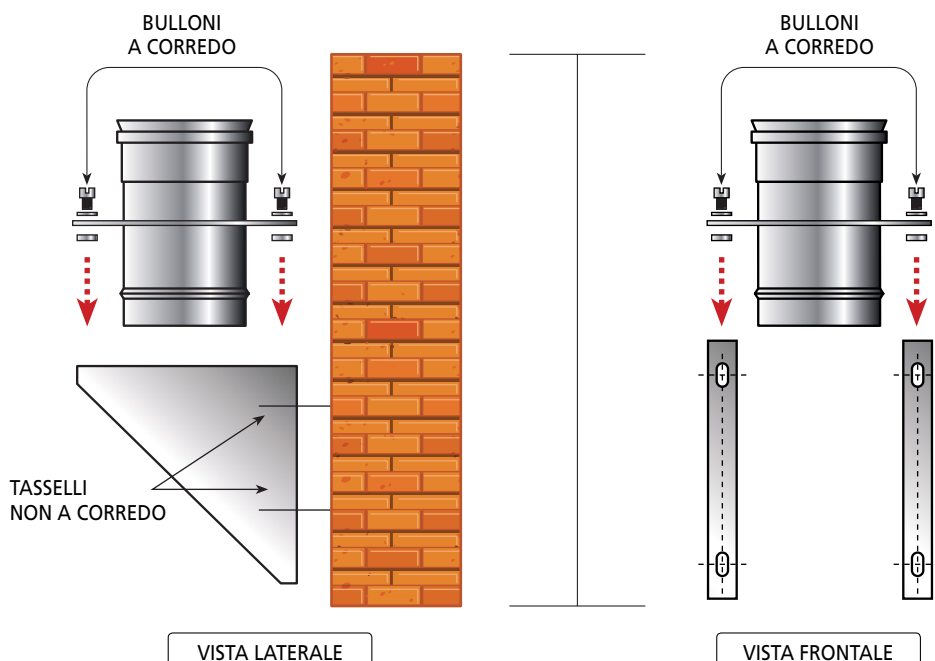
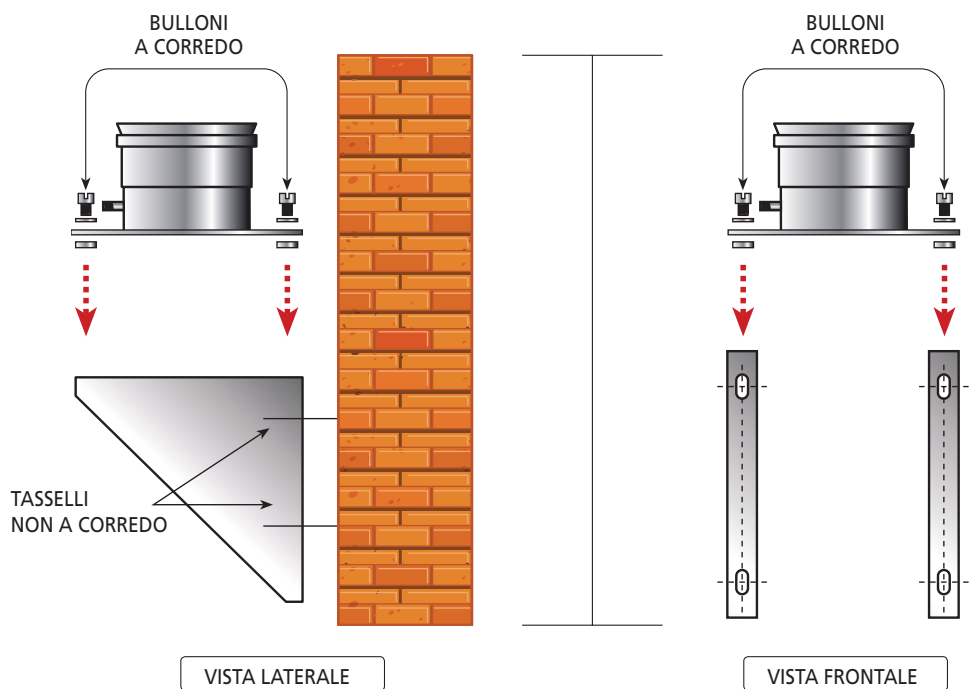

FIGURA 14A
FIGURA 14B
- fissare i due elementi della coppia supporti al muro, creando tra essi un piano di appoggio orizzontale; fissare successivamente la piastra serrando i dadi ai rispettivi bulloni (**figura 14A e figura 14B**).